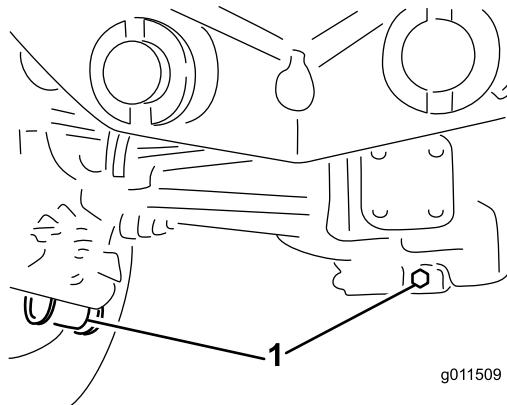

Figura 62
2. Limpe a zona em redor dos 3 tampões de escoamento, 1 em cada extremidade e 1 no centro (Figura 62).